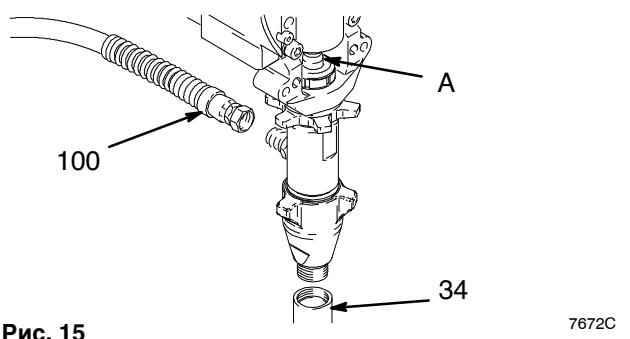

Рис. 15
- См. Рис. 15. Проверните насос, чтобы шток поршня (A) занял самое нижнее положение.
- См. Рис. 15. Отсоедините трубку всасывания (34) и шланг (100).